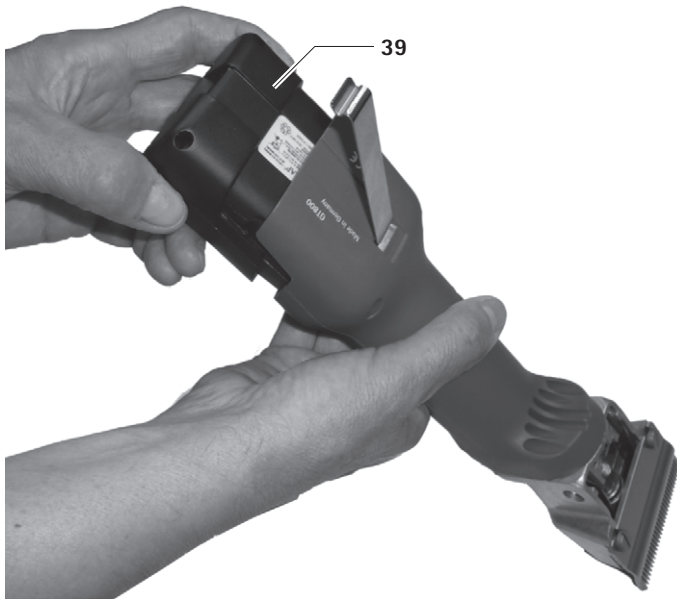

Fig. 2
- Trekk ut li-ione-batteriet **39**, lad, og/eller sett inn det oppladede li-ione-batteriet GT801 inn i klippemaskinen **g**, se Fig. 2.